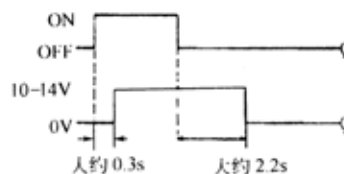

图 9-135
(3)把伏特表正极(+)与连接器 7 号端子(+1)连接, 负极(-)与连接器 5 号端子(EW)连接。把喷洗器开关转到 ON 位置, 再到 OFF 位置, 测量 7 号端子(+1)与 5 号端子(EW)之间的电压。标准如图 9-135 所示。如果不符合规定, 则更换开关。